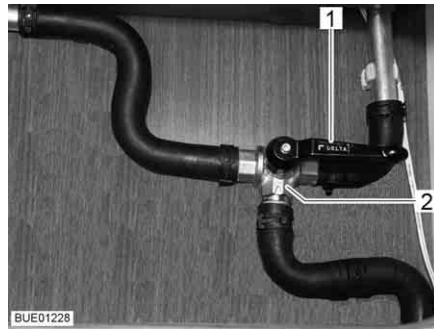

Bild 146 3-Wege-Ventil
- Den Hebel (Bild 146,1) des 3-Wege-Ventils (Bild 146,2) parallel zur geraden Durchflussrichtung (Bild 146) stellen.
- Den Hebel (Bild 146,1) des 3-Wege-Ventils (Bild 146,2) quer zur geraden Durchflussrichtung stellen.